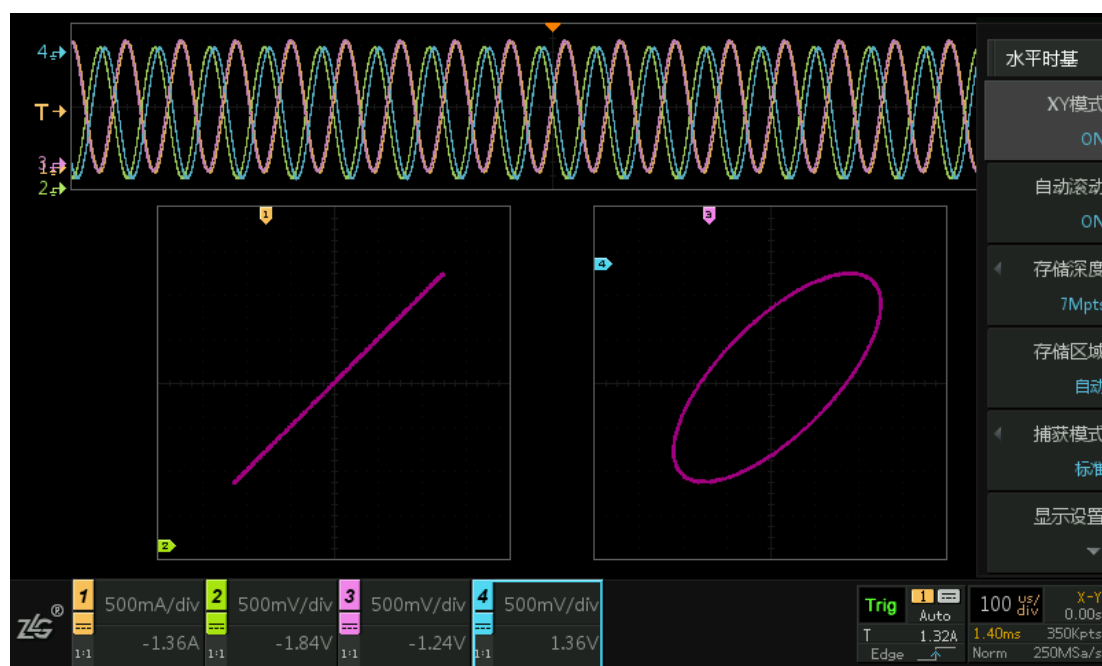

图 9.10 椭圆
- 当  $\Phi$  处于 0 与  $\pi$  之间时，则 X 与 Y 的关系可表示为  $X^2/a^2 + Y^2/b^2 = c^2$  (其中 a、b、c 为常数)，此时对应波形是椭圆，示例如图 9.10 所示；